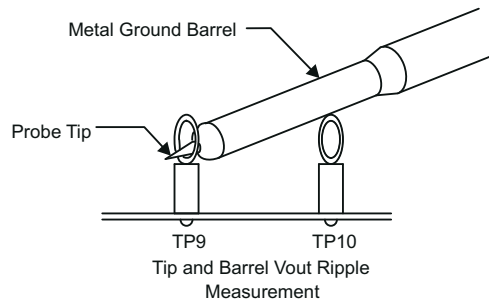

图 3-2. 输出纹波测量 - 使用 TP9 和 TP10 的尖端和接地筒
TP9 和 TP10 可用于测量输出纹波电压，方法是将示波器探头尖端穿过 TP9 并将接地筒固定在 TP10 上，如图 3-2 所示。要实现免手动方式，可以切割并打开 TP10 中的回路以支撑探头筒。必须避免使用带引线的接地连接，因为它会由于接地回路面积较大而产生额外的噪声。
7. 将示波器探头连接到 TP9 和 TP10，如图 3-2 所示。